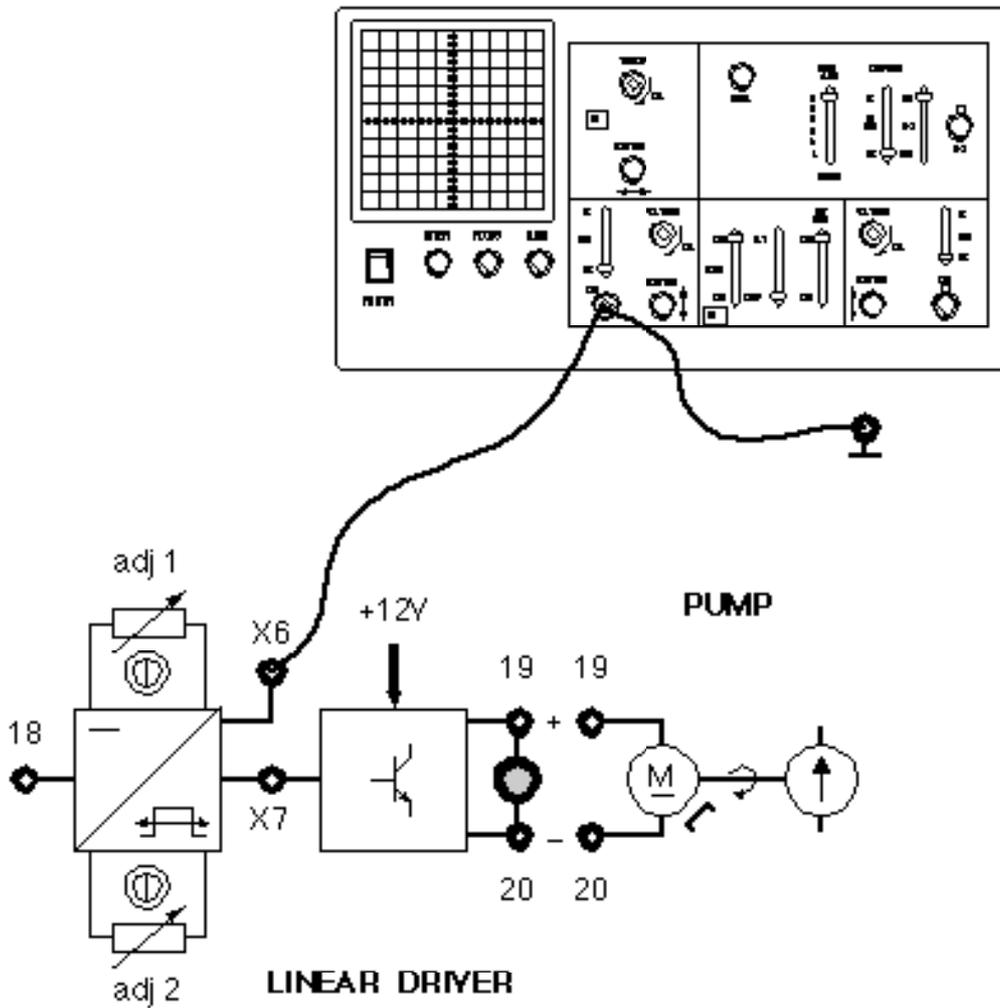
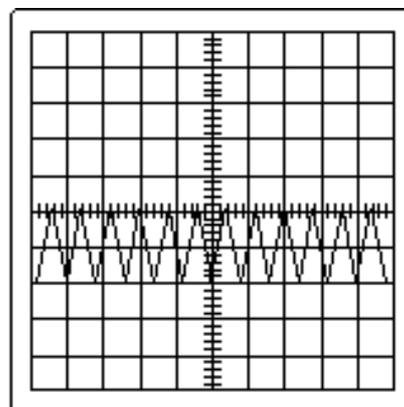

Fig. 2.1
Fig. 2.2
Después de haberse asegurado de que se conocen los prerrequisitos, entrega a los alumnos la Ficha 2.1 que representa las conexiones para el calibrado del LINEAR DRIVER (fig. 2.1 y fig. 2.2) y prepara el panel de simulación del proceso de la siguiente manera:
- 1) Apretar el interruptor general (ON).
- 2) Conectar el puntal de la sonda del canal CH1 del osciloscopio al casquillo X6 del LINEAR DRIVER y la masa al casquillo de masa (ficha 2.1 fig. 2.1).
- 6) Regular el trimmer ADJ1, girándolo en sentido horario, para obtener una onda triangular igual a 10 Vpp (ficha 2.1 fig. 2.2).
- 7) Regular el trimmer ADJ2, girándolo en sentido antihorario, hasta que alcance el máximo de la triangular en 0 V (ficha 2.1 fig. 2.2).